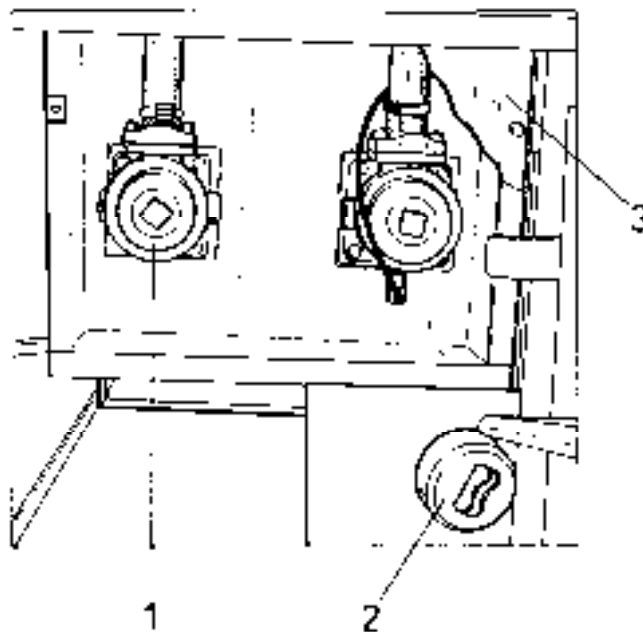
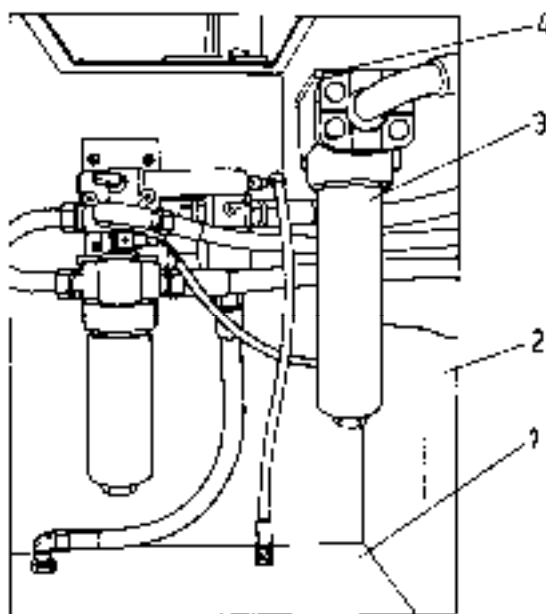

Рис. 5.56. Размещение возвратных фильтров и сапуна бака гидросистемы (вид сверху)
Рис. 5.58. Размещение напорного масляного фильтра гидросистемы поворота
4. При необходимости открутить пробку заливной горловины (2, Рис. 5.56) и долить масло до требуемого уровня, указанного в пункте 3. Марка масла должна соответствовать рекомендуемому в пункте 5.4.5., таблица 2, и в пункте 5.4.6., таблица 3.
4. Открутить крышку (3, рис. 5.56) люка доступа к возвратным фильтрам и дверцы правого бака (2, Рис. 5.58).
- открутить крышку люка фильтров (3, Рис. 5.56);
- открыть дверцы правого бака (2, рис. 5.58);
- выкрутить корпус (6) фильтра из головки (7);
- вынуть фильтрующий элемент (1) и уплотнительные кольца (2) и (3);
- очистить от загрязнения корпус (6) и головку (7) фильтра;
- заменить фильтрующий элемент (1) фильтра, а также при необходимости уплотнительные кольца (2) и (3);